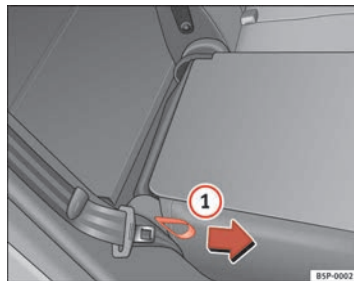

Abb. 99 Umklappen bzw. Aufrechtstellen der Rückenlehne
- Ziehen Sie an der Schlaufe auf der Seite des Sitzes ⇒ Abb. 99 .